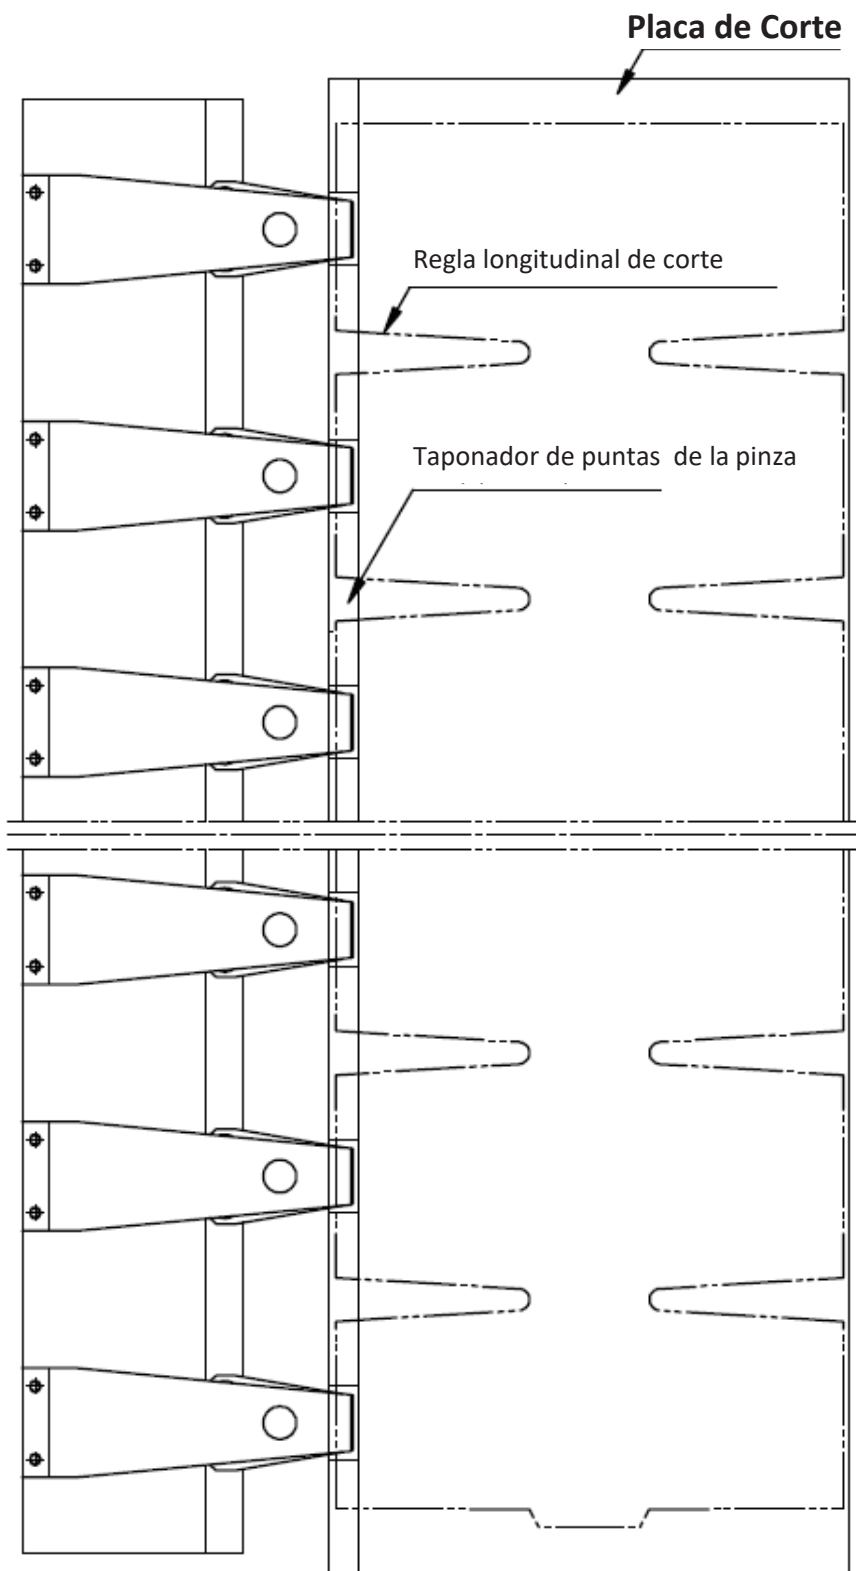

Fig 6.21
- 1) Extienda las reglas de corte longitudinales hacia el borde del mesa de troquelado. (Fig 6.21)